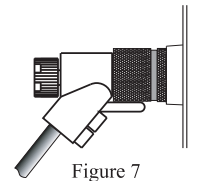

Abbildungen 4, 5 und 6.
2. Machen Sie an der linken Oberseite des Verstärkers die Röhrenfassung mit der Beschriftung V1 12AX7A auf dem Chassis ausfindig. Siehe Abbildungen 4 und 5.
Führen Sie den Kabelschuhstecker oder den vorbereiteten Abschnitt des Kabelendes in die Klemme ein und ziehen die Klemmenkappe an, bis das Kabel fest sitzt. Siehe Abbildungen 4, 5 und 6.